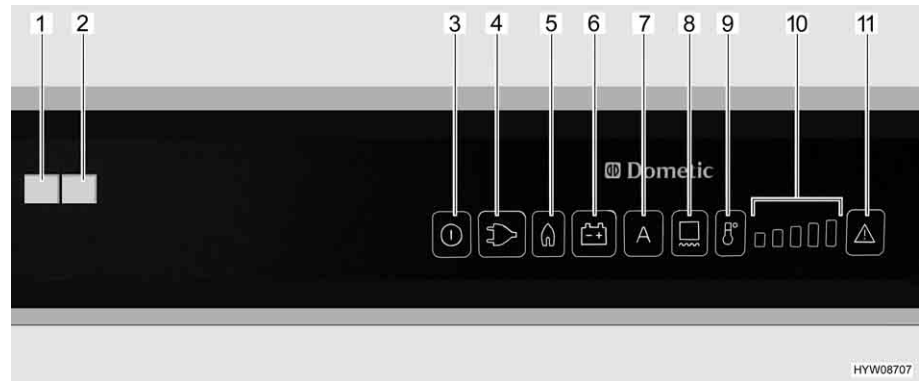

Bild 195 Reglage, knappar för kylskåpet (Dometic RMD)
När väljaren står på "AES", **ingen** 230 V-försörjning är ansluten och fordonsmotorn är **avstängd**, väljer AES gasdrift. När gasdriften väljs öppnas tändsäkringens automatiskt så att gas kan strömma till brännaren. Samtidigt tillkopplas den elektroniska tändaren. Om gaslågan skulle slockna, t. ex. på grund av att det blåser, aktiveras tändaren direkt igen och tänder gasen. Vid en störning under gasdrift blinkar ljusknapparna "Gas" (Bild 195,5) respektive "Störning" (Bild 195,11). Kontrollampan "Störning" (Bild 195,1) tänds och ett akustiskt larm ljuder i 20 sekunder.
När kylskåpet sätts på väljs automatiskt en termostatinställning i mittläge. Denna inställning kan ändras manuellt med knappen temperaturnivåval (Bild 195,9). Kontrolllamporna (Bild 195,10) visar den valda termostatinställningen. Med hjälp av knappen temperaturnivåval ställs kyltemperaturen in för alla tre energikällorna. Det tar alltid några timmar innan man har en normal drifttemperatur i kylskåpet. Om en omkoppling sker till ett andra driftläge förändras termostatinställningen inte. Kyltemperaturen bibehålls oberoende av den valda energikällan.
- Koppla in ramvärmen under 2 timmar: Tryck på knappen (Bild 195,8) en gång. En stapel i temperaturnivåvisningen (Bild 195,10) tänds.
- Koppla in ramvärmen under 5 timmar: Tryck på knappen (Bild 195,8) två gånger. Två staplar i temperaturnivåvisningen (Bild 195,10) tänds.
- Ställa in ramvärmen på kontinuerlig drift: Tryck på knappen (Bild 195,8) tre gånger. Tre staplar i temperaturnivåvisningen (Bild 195,10) tänds.
Temperaturnivåvisningen (Bild 195,10) visar under några sekunder ramvärmens driftslängd.
Vid höga utetemperaturer och hög luftfuktighet kan det bildas vattendroppar på metallramen. Därför har kylskåpet ramvärme för frysfacket. Slå på ramvärmen med knappen (Bild 195,8) vid höga temperaturer och hög luftfuktighet. Detta förhindrar korrosion. När ramvärmen är påslagen tänds ljuslampan (Bild 195,8).
- Tryck på på/av-knappen (Bild 195,3) i cirka 2 sekunder. Kylskåpet slår på sig, den senast inställda energisorten eller "AES" indikeras.
- Ställ in kyltemperaturen med knappen temperaturnivåval (Bild 195,9). Kontrolllamporna (Bild 195,10) visar den valda termostatinställningen.
- Tryck på på/av-knappen (Bild 195,3) i cirka 2 sekunder. Kylskåpet slår från, inga indikatorer lyser längre.